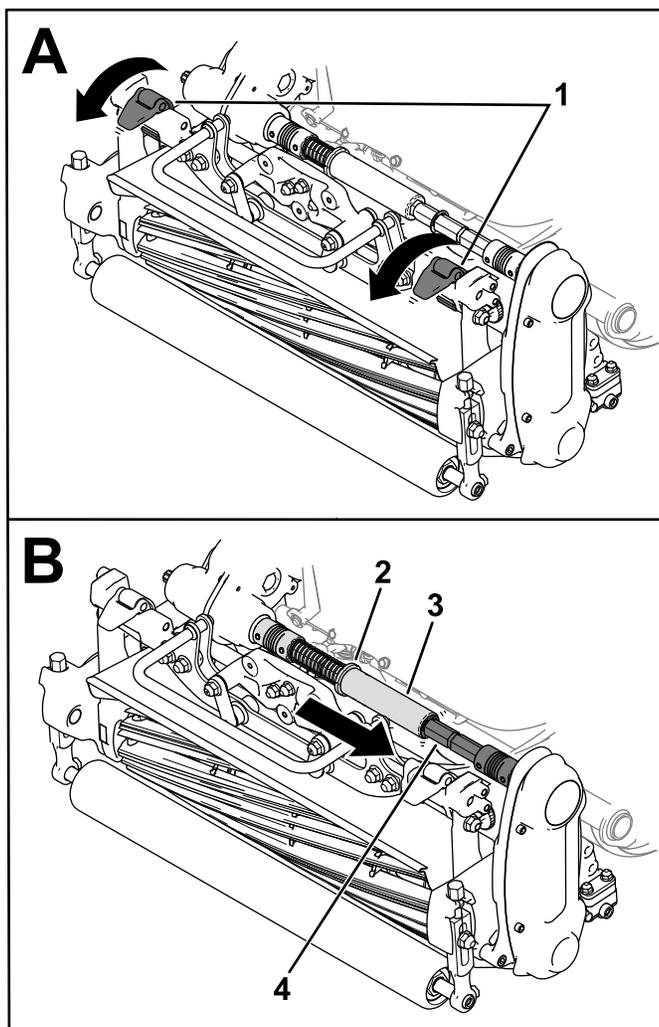

Figura 37
3. Spostate i fermi delle sospensioni verso il basso per fissare l'apparato di taglio alla macchina (Figura 37).
4. Spostate il collare all'esterno della scanalatura dell'albero dell'accoppiatore/trasmissione e inserite il tubo esagonale nell'albero dell'accoppiatore dell'apparato di taglio (Figura 37).